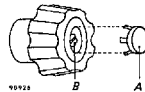

Fig. 5
b. Afnemen van de knoppen (zie fig. 5)